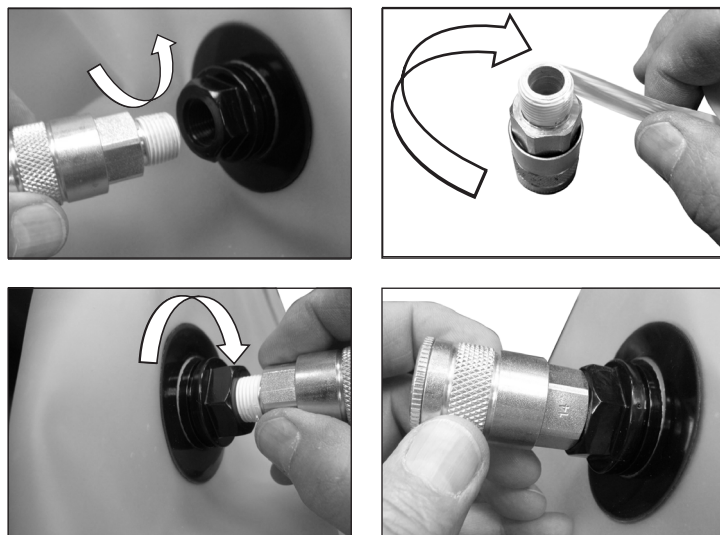

Figure 5.
5. Retirer le raccord de connexion rapide en le tournant dans le sens inverse des aiguilles d'une montre à l'aide d'une clé de 7/8" tout en tenant le raccord de sortie de la doublure à l'aide d'une clé de 1". Coller deux épaisseurs de ruban de Teflon autour du filetage du raccord rapide dans le sens des aiguilles d'une montre. Installer le raccord de connexion rapide à l'intérieur de la nouvelle doublure et tournant dans le sens des aiguilles d'une montre avec une clé de 7/8" tout en tenant le raccord de sortie de la doublure avec une clé de 1". Le raccord de connexion rapide devrait être fermement serré contre la face du raccord de sortie de la doublure. (Voir la Figure 5.)